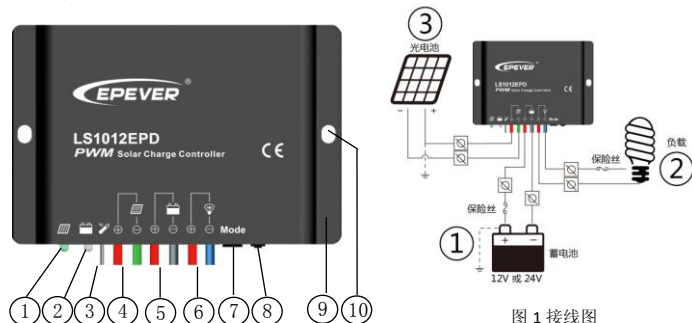

图 1 接线图
- 1) 请根据图 1 标号顺序对太阳能系统部件进行安装, 同时注意各部件的“+”、“-”极引线是否正确连接正确。